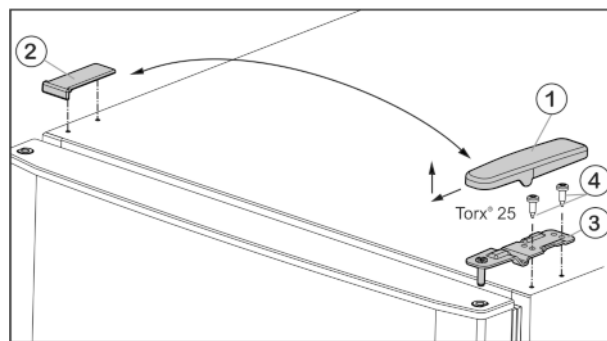

Fig. 4
► Потяните крышку Fig. 4 (1) вперед и вверх.
► Снимите крышку Fig. 4 (2).
► Открутите верхний опорный кронштейн Fig. 4 (3) (2 шт. Torx® 25) Fig. 4 (4) и вытяните вверх.
- ▶ Установите верхний опорный кронштейн Fig. 4 (3) на новой стороне шарнира и защелкните в дверце.
- ▶ Привинтите верхний опорный кронштейн (с моментом 4 Нм) (2 шт. Torx® 25) Fig. 4 (4). При необходимости используйте аккумуляторный шуруповерт.
- ▶ Наденьте и защелкните крышку Fig. 4 (1) на противоположной стороне снаружи.
- ▶ Также наденьте сверху и защелкните крышку Fig. 4 (2) на противоположной стороне.